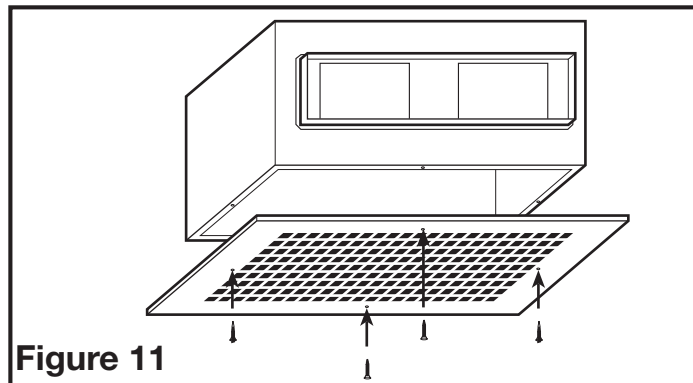

Figure 11
3. Installez la grille avec les quatre (4) vis de montage incluses (Figure 11).